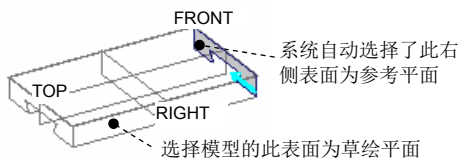

图 5.2.46 设置草绘平面
(1) 在绘图区中右击,从弹出的快捷菜单中选择 **定义内部草绘...** 命令,系统弹出“草绘”对话框。
(2) 定义截面草图的放置属性。
① 设置草绘平面:选取图 5.2.46 所示的模型表面为草绘平面。
② 设置草绘视图方向:采用模型中默认黄色箭头(操作界面中会看到)的方向为草绘视图方向。
③ 对草绘平面进行定向。
a) 指定草绘平面的参考平面。选取草绘平面后,系统自动选择了图 5.2.46 所示的右侧表面为参考平面;为了使模型按照设计意图来摆放,单击图 5.2.47 所示的“草绘”对话框中 **参考** 文本框,选择图 5.2.48 所示的模型表面为参考平面。